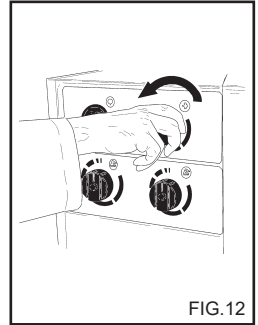

FIG.12
Paineensäätimellä, fig. 12, käyttäjä voi säätää työpainetta. Kun nappi C on käännetty vastapäivään (B) (minimi), toimintapaine vähenee.